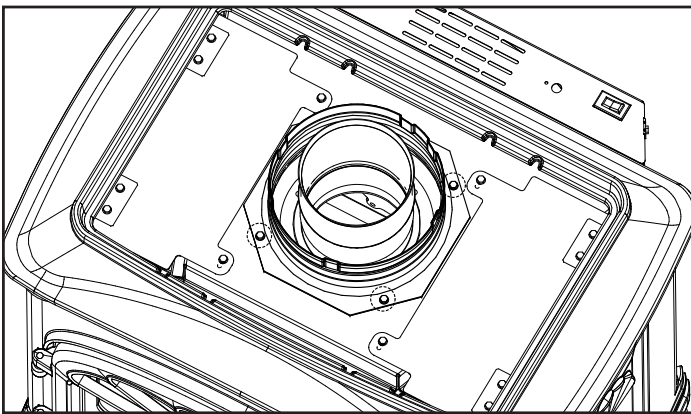

Figure 6.2
6. Placez la plaque d'accès arrière et le joint sur le conduit supérieur et fixez avec les quatre vis retirées à la figure 6.2.